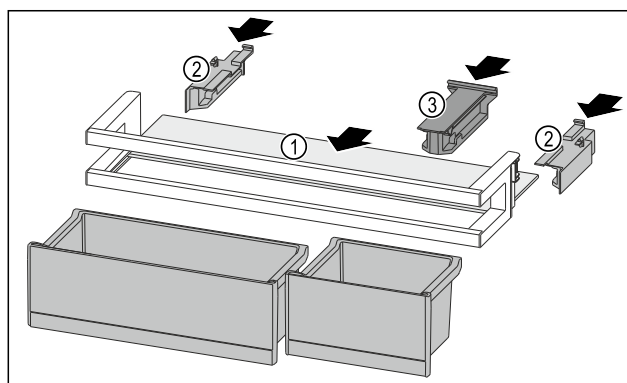

Fig. 119
- Inserire il ripiano Fig. 119 (1) negli incavi laterali.
- Inserire gli elementi laterali Fig. 119 (2).
- Inserire l'elemento di tenuta Fig. 119 (3).